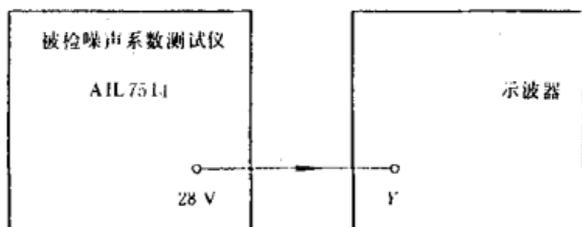

图2 噪声源驱动方波电压的检查连接图
32.1 如图 2 所示,将示波器连接至 AIL7514“NOISE SOURCE”端口.